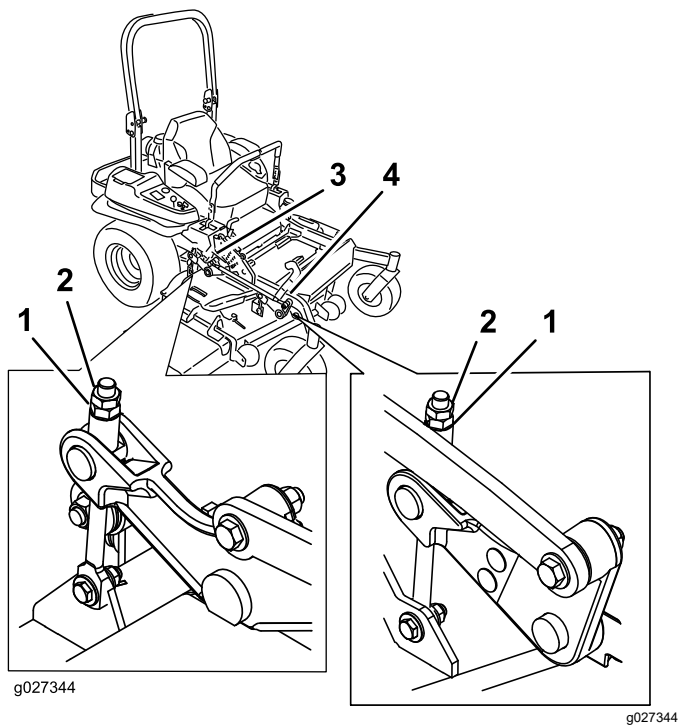

Figura 99
10. Gire la tuerca de ajuste del conjunto de elevación de la carcasa delantera para modificar la altura (Figura 99).
16. Gire el tornillo de ajuste hasta obtener una altura de 8.3 cm ($3\frac{1}{4}$ ") (**Figura 99**).